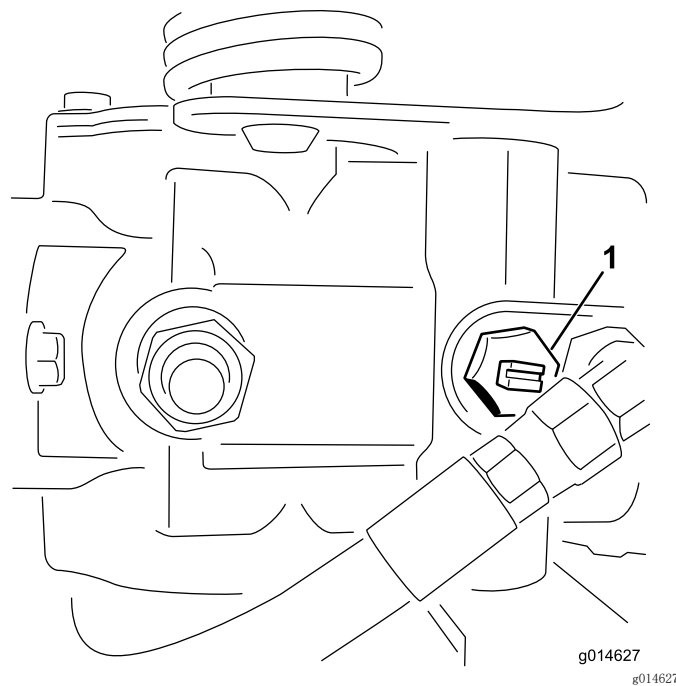

图41
1. 找到并旋转泵上的旁通阀、使槽处于垂直位置（图41）。
2. 启动发动机之前、旋转旁通阀、使槽处于水平位置、这样就可以关闭旁通阀（图41）。旁通阀打开时，切勿启动发动机。